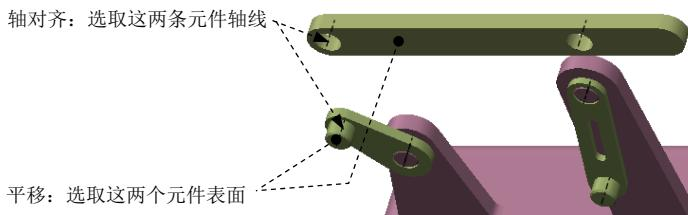
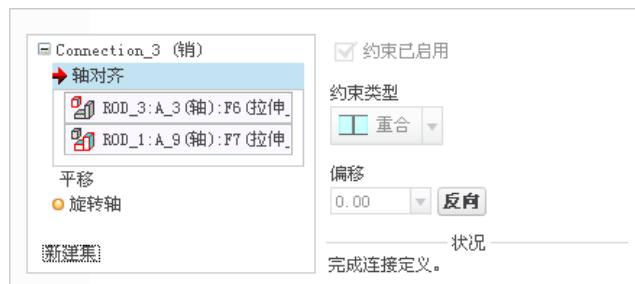

图 2.3.28 创建“销 (Pin)”连接 1
图 2.3.29 “放置”界面
- (1) 在“元件放置”操控板的机械连接约束列表中选择 销 选项。
- (2) 单击 **放置** 按钮，选取图 2.3.28 中的两条轴线为 轴对齐 约束参考，此时 **放置** 界面如图 2.3.29 所示。
(3) 选取图 2.3.28 中的两个平面为 **平移** 约束的参考, 此时 **放置** 界面如图 2.3.30 所示。